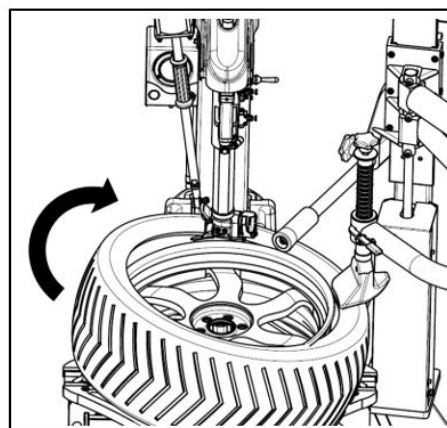

FIG35
- På samme måde, placer venstre side af dækkanten over halen på demonteringsværktøjet og højre side under forhøjningen. Tryk hårdt ned på dækkets højre side. Hvis der er hjælpearms, skal du placere fastgørelsespressestangen og rotationsstangen som på FIG35 og trykke dækkanten ned i dækkantenoten. Træd derefter på rotationspedalen og observer dækkanten og demonteringskrogen. Hvis alt ser normalt ud, træd pedalen helt ned for at dreje drejebordet med uret og montere den øverste dækkant på fælgen. Hvis der er modstand eller du mærker, at dækket rives eller drejebordet går i stå, slip straks pedalen og træd opad for at få motoren til at køre baglæns og fjerne modstanden. Gentag operationen, indtil dækket er fuldt monteret. Repeat the operation till mount the tire completely.